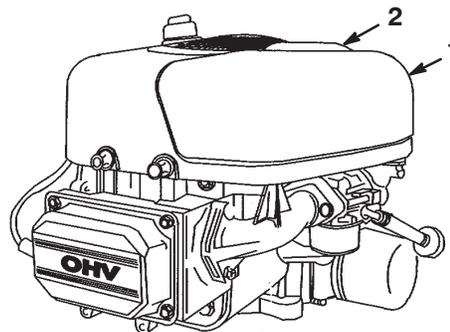

Figure 23
5. Tirez la poignée du couvercle du filtre à air et tournez-la vers le moteur (Fig. 23).